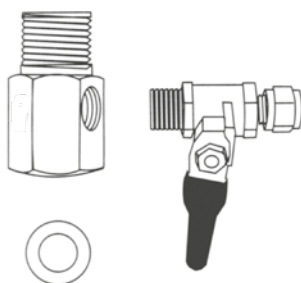

Рис. 8
2.1. Соберите узел подачи воды путем соединения шарового крана с тройником, как показано на **рис. 8**. Используя ленту ФУМ, вверните кран подачи воды в тройник. Будьте предельно осторожны при подсоединении крана — чрезмерное усилие повредит его резьбу. Используйте только гаечный или малый разводной ключ. Не используйте другие материалы для герметизации соединения.